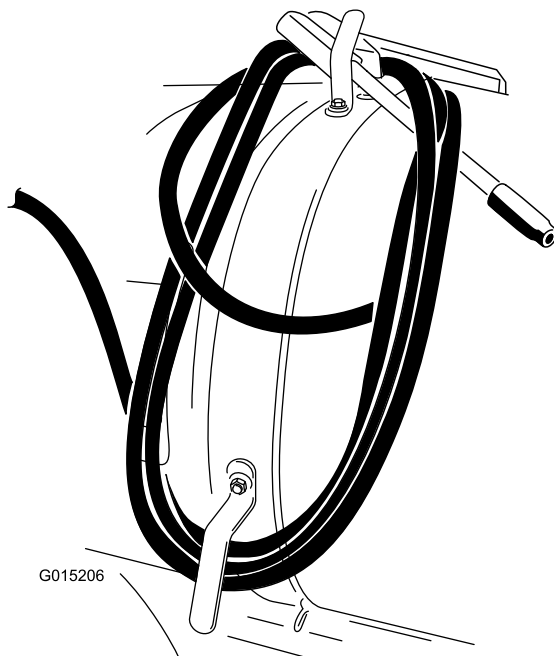

Figure 14
4. Enroulez le flexible sur les crochets de la cuve et fixez le pistolet comme illustré à la Figure 14.